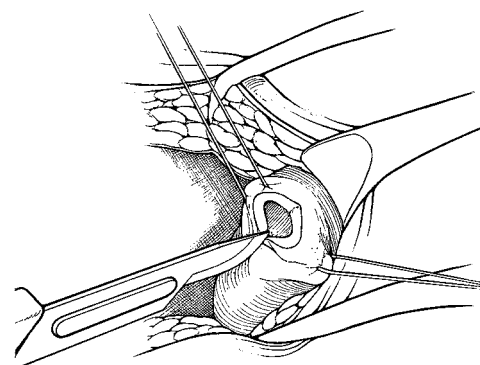

Figura 4-4. Efectuați deschiderea corpiilor cavernoși
6. Efectuați o incizie într-unul din corpii cavernoși (**Figura 4-4**).